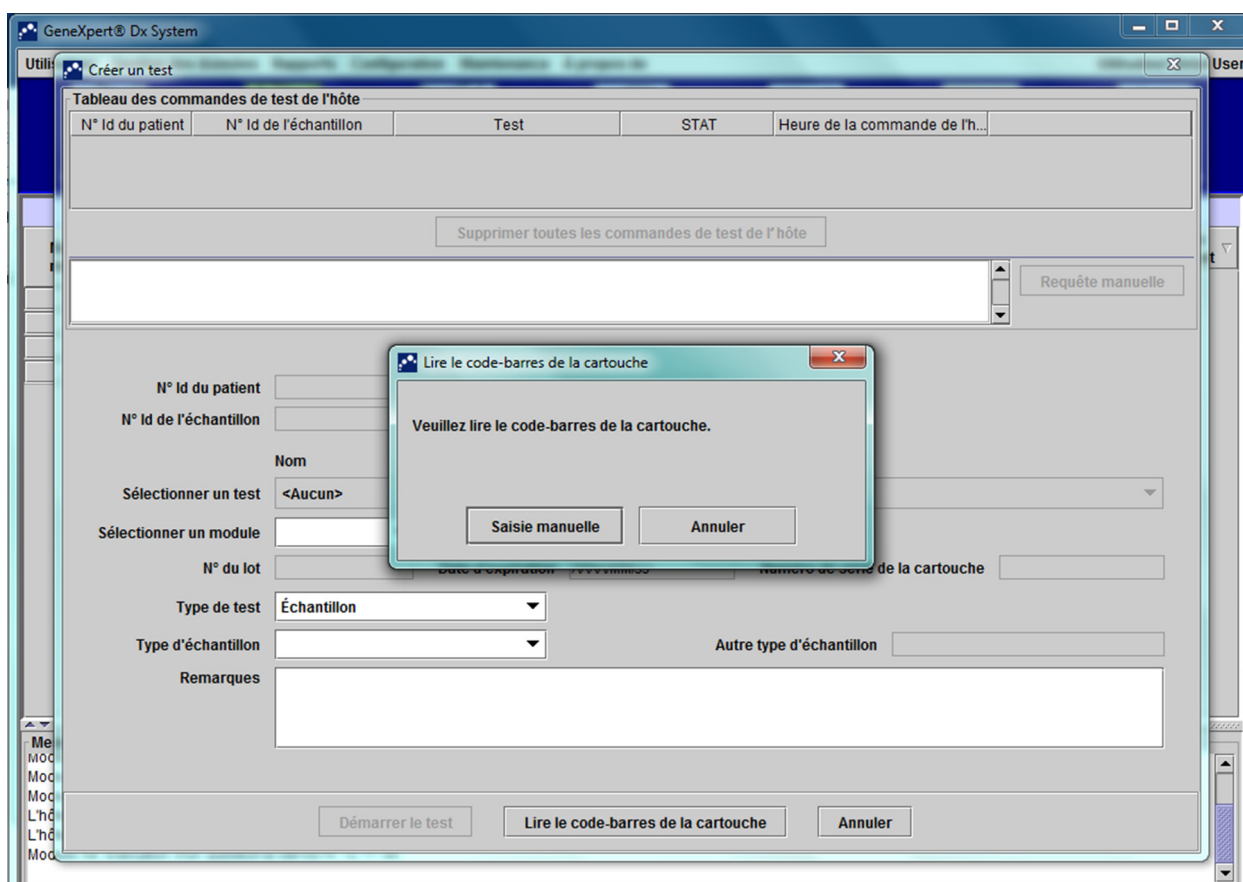

Figure 5-114. Tableau des commandes avec écran superposé de lecture de code-barres de la cartouche
- L'écran de commande de test de l'hôte s'affiche avec un écran de lecture de code-barres de la cartouche en superposition. Voir la Figure 5-114.
3. Comme demandé à la Figure 5-114, lisez le barre-codes de la cartouche à l'aide du lecteur fourni.